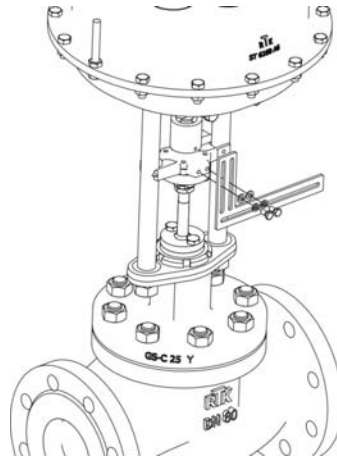

Figure 4
11. Montez le rail de guidage (glissière) sur le guidage parallèle avec deux vis M5x10. Veillez à utiliser deux rondelles d'écrou et deux rondelles élastiques. Les rondelles d'écrou doivent être montées entre les rondelles élastiques et le guidage parallèle. Voir Figure 4